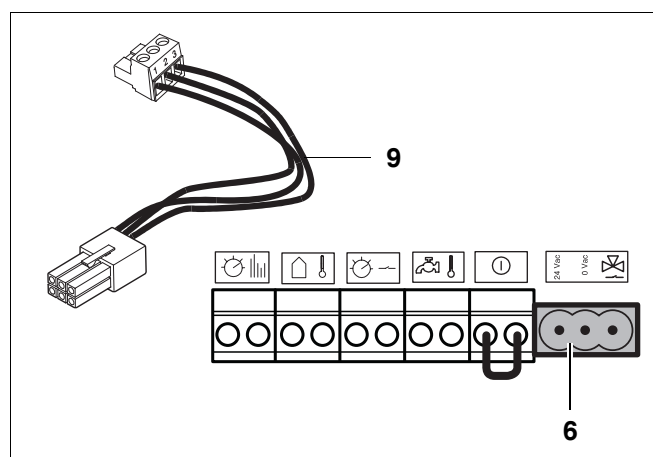

Fig. 38 Aansluitstrook – aansluiten driewegklep
- Sluit de driewegklep aan op de witte stekker van de aansluitstrook van het cv-toestel (→ fig. 38). Maak hierbij gebruik van de, bij de driewegklep meegeleverde, adapterkabel [9].